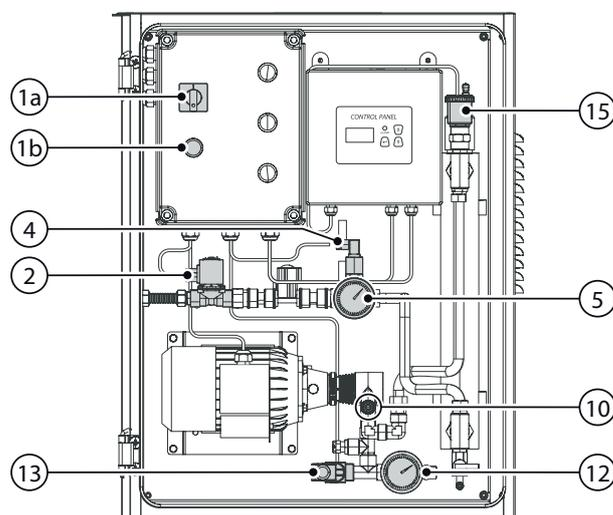

Fig. 7.b
8. Regolare il by-pass della pompa agendo sulla vite (10 - fig. 7.b), facendo riferimento al manometro di mandata (12 - fig. 7.b) fino ad ottenere una pressione di 10 bar.